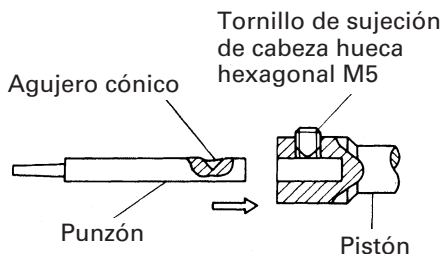

Fig. 9
- Inserte el nuevo punzón alineando el orificio roscado del mismo y la dirección del tornillo de sujeción de cabeza hueca hexagonal M5 (consulte la Fig. 9).
(2) Reemplazo del troquel